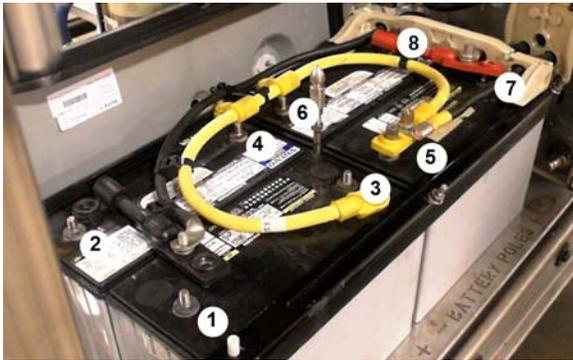

FIGURE 32: DÉCONNECTER LES 8 TERMINAUX
3. Avec une douille 9/16" et une clé à rochet, déconnecter les huit (8) terminaux des batteries (FIGURE 32).